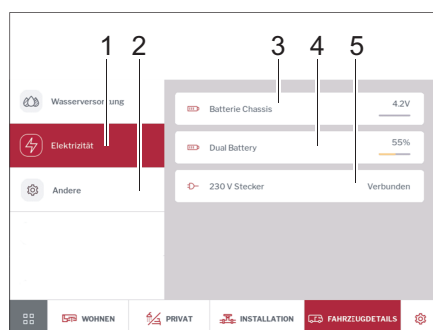

Fig. 290 Elettricità e temperatura interna
- Digitare il pulsante *Elettricità* (Fig. 290,1).
Vengono visualizzati la tensione di batteria del veicolo (Fig. 290,3), lo stato di carica della batteria a montaggio in %, ossia la tensione di carica della batteria AGM in volt (Fig. 290,4) e lo stato dell'alimentazione a 230 V (Fig. 290,5).
- Digitare il pulsante *Altro* (Fig. 290,2).